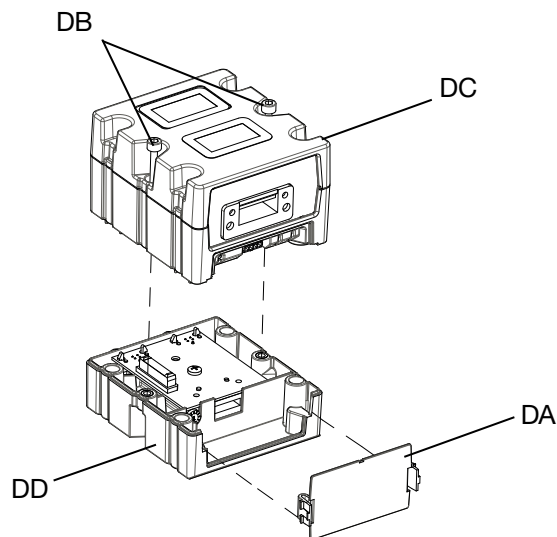

図 66: : CGM の分解
4. CGM (DA) からアクセスカバーを取り外します。2 つの M5-0.8 x 45 mm x ネジ (DB) を緩めて、保存し、CGM (DC) をベース (DD) から取り除きます。図 66.